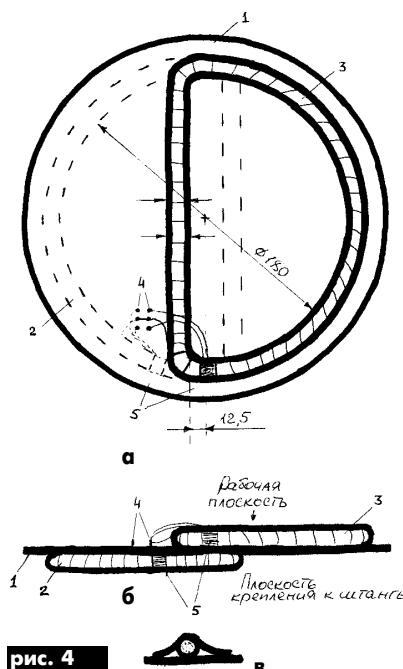
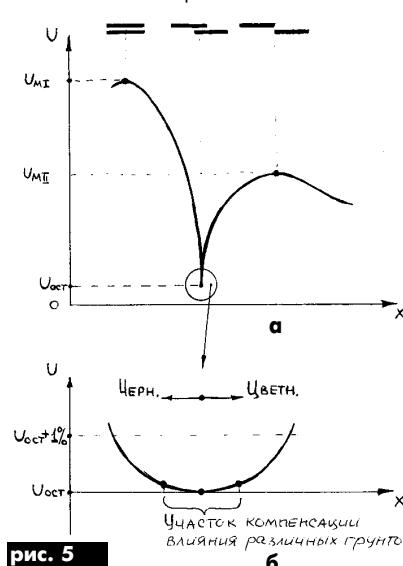

рис. 4
рис. 5
Датчик МИ состоит из двух D-образных машинных антенн (МА) в виде экранированных катушек, размещенных на противоположных плоскостях диска  $\varnothing 250\text{--}260$  мм, толщиной 2 мм из текстолита или стеклотекстолита (рис.4,а,б).
После намотки катушки в нескольких местах скрепляют клейкой лентой и снимают с каркаса. Выводы проводников пропускают через ПВХ трубы длиной 40–60 мм, и катушки по периметру обклеиваются такой же клейкой лентой. Статическое экранирование обмотки катушки осуществляется алюминиевой фольгой на бумажной или полимерной основе шириной 8–10 мм с зазором 5–8 мм между началом и концом обмотки 5 (рис.4) на участке расположения выводов проводов. Вывод от экрана – неизолированным медным или медным с токопроводящим покрытием проводом  $\varnothing 0,4\text{--}0,5$  мм, обмотанным вокруг всего экрана с шагом 5–15 мм.
Балансировку катушек выполняют в несколько этапов, начиная с процесса изготовления датчика. Передающую катушку 2 (рис.4,а,б) временно закрепляют с одной стороны диска 1 клейкой лентой и подключают к выходу звукового генератора с напряжением  $\sim 10$  В и частотой 3 кГц через резистор сопротивлением 510–680 Ом.
Приемную катушку 3 подключают ко входу осциллографа и располагают с противоположной стороны диска. Передвигая катушку 3 по поверхности диска, определяют зону ее примерного расположения по минимуму сигнала на ее выводах (рис.5,а), при необходимости меняют расположение передающей катушки и проводят грубую балансировку повторно. Отмечают расположение обеих катушек, затем прикрепляют передающую катушку по ее контуру к поверхности диска минимальным количеством клея (например, 88Н или "Момент") и ставят под пресс с усилием 2–3 кг. После высыхания клея окончательно прикрепляют передающую катушку эпоксидным клеем с армированием сверху кусочками ткани размером 25x50 мм, пропитанной этим же клеем (рис.4,в).
В указанном (на рис.4,а) месте просверливают 6 отверстий для контактных штырей 4 из медной проволоки  $\varnothing 0,8\text{--}1$  мм, выходящих на обе стороны диска 1, и распаивают на них выводы обеих МА и соединительные кабели со стороны катушки 2. Экраны катушек должны быть соединены между собой и с экранами кабелей. Участок расположения штырей 4 заливают эпоксидным клеем и рядом с ним прикрепляют текстолитовую стойку 5x5x30 мм для закрепления кабелей в датчике. Впоследствии кабели закрепля-
При разбалансе в другую сторону эффект будет обратным (рис.5,6).
Максимальную чувствительность в грунте можно получить в режиме примерно равной чувствительности ко всем металлам, которому соответствует небольшой участок на балансировочной характеристике (рис.5,6, в окрестности точки минимума), где сигнал помехи от грунта минимальен и можно проводить поиск при наименьшем расстоянии между датчиком и грунтом. Кроме того, сигнал помехи от динамического разбаланса от неизбежных микродеформаций при движении также минимальен.
5. Если система замучила Вас сообщениями о необходимости вставить компакт-диск с Windows 9x, то можно помочь ей отыскивать инсталляционные файлы Windows 9x, подкорректировав параметр SourcePath в разделе реестре HKEY\_LOCAL\_MACHINE\Software\Microsoft\Windows\CurrentVersion\Setup. В качестве нового параметра следует ввести полный правильный путь расположения инсталляционных файлов Windows 9x, например, «c:\install\WIN98.RUS». Сообщение, которое появляется, если система не может автоматически найти инсталляционные файлы Windows 98, показано на **рис.4**.